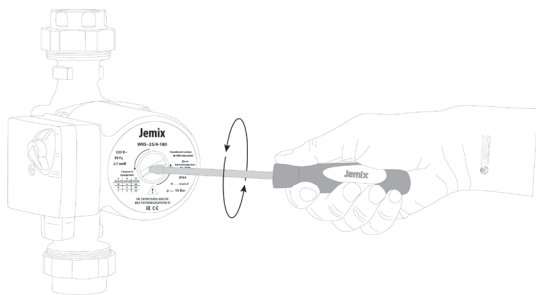

Рис. 2
- Если необходимо удалить воздух из электродвигателя, медленно отворачивайте крышку выпуска воздуха (рис. 2). При выпуске воздуха возможно вытекание небольшого количества теплоносителя (рис. 3).